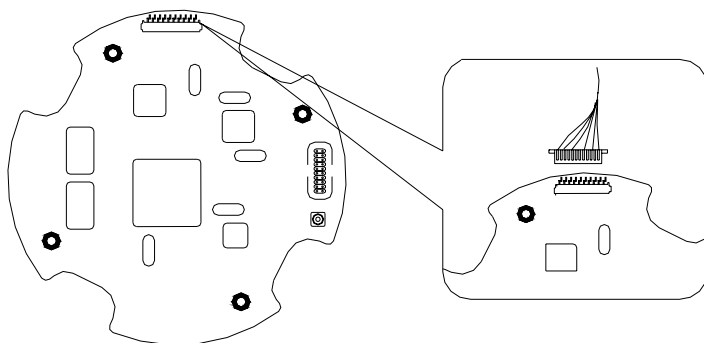

图 3-5
2. 将高速球的 12P 导电环插头插入外桶中主板的 12P 白色插座，见图 3-5 所示：